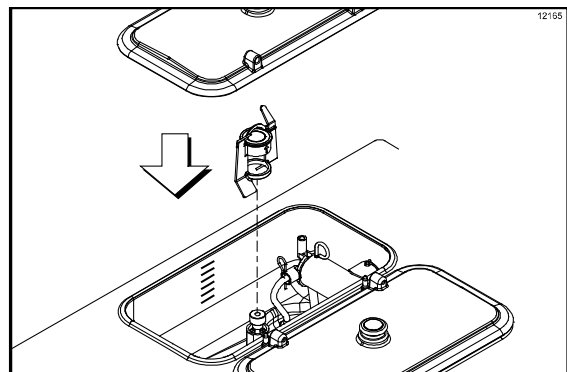

Figure 53
8. Replacer l'agitateur sur le logement de l'arbre d'entraînement de l'agitateur. Replacer le couvercle du réservoir (Cf. Figure 53).